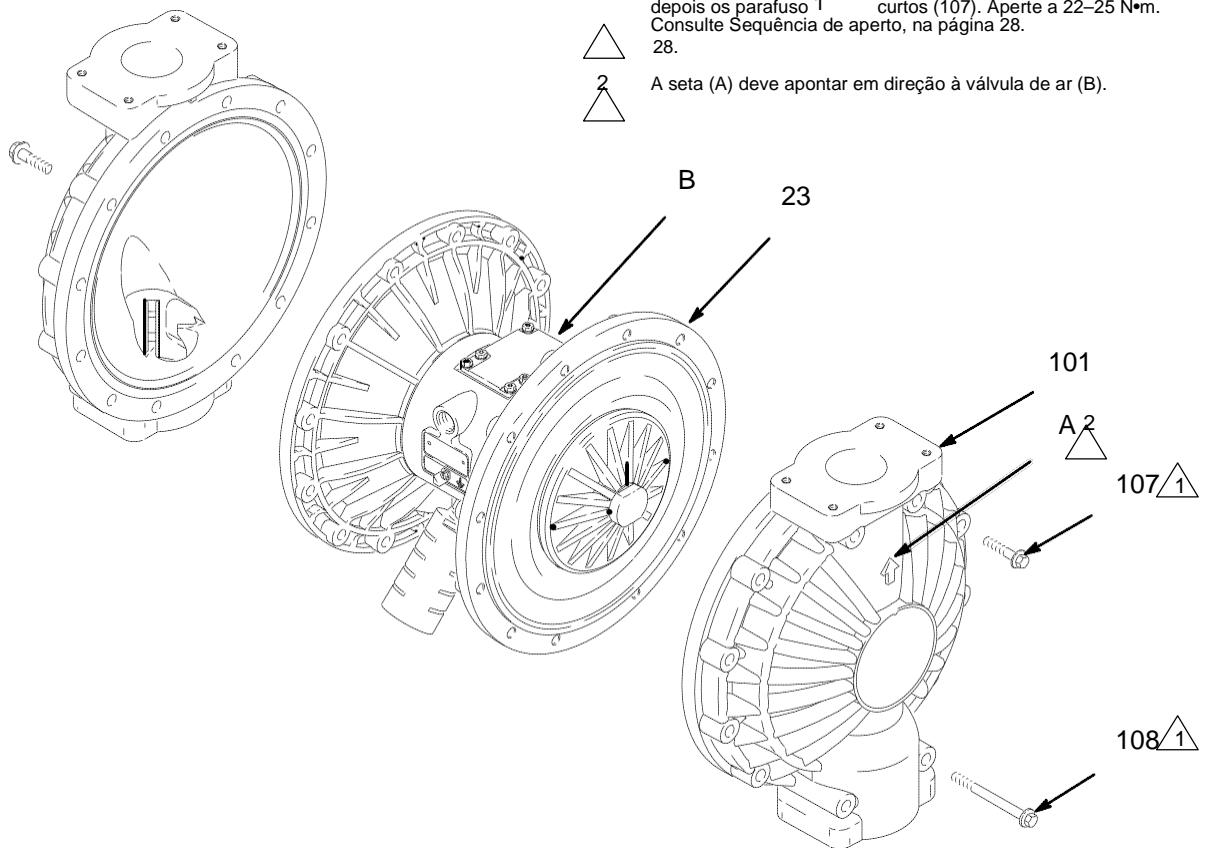

Fig. 12
3. Utilizando as chaves de 13 mm, remova os parafusos (107 e 108) segurando as tampas de fluido (101) nas tampas de ar (23). Puxe as tampas de fluido (101) Da bomba. Consultar a Fig. 12.
4. Aplique Loctite® de resistência média (azul) ou equivalente às roscas das placas do lado do fluido (105). Segure uma das placas exteriores (105) com uma chave e aperte a outra placa exterior a 27 a 34 N•m a 100 rpm no máximo. Não aperte demasiado.
5. Alinhe as tampas de fluido (101) e o encaixe central (1) de modo a que as setas (A) nas tampas fiquem na mesma direção da válvula de ar (B). Aperte as tampas com os parafusos (107 e 108) à mão. Instale os
6. Primeiro aperte os parafusos mais longos (108) de forma cruzada e igualmente até 22–25 N•m, utilizando uma chave de 13 mm. Depois aperte os parafusos mais curtos (107). Consulte Sequência
parafusos mais longos (108) nos orifícios superior e inferior das tampas. Consultar a Fig. 12.